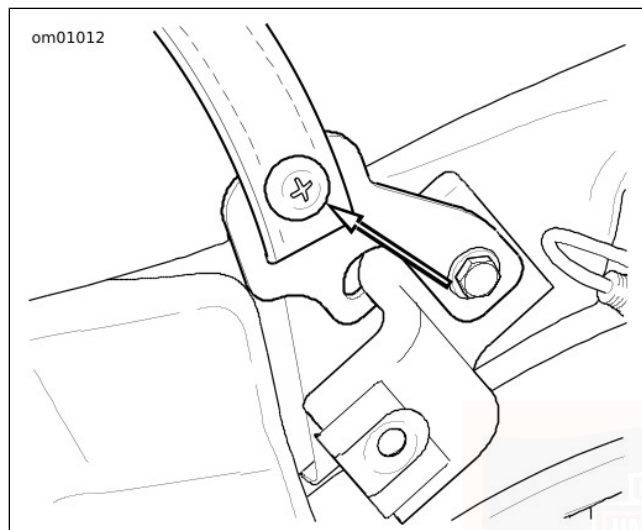

Figura 79. Vite della staffa della cinghia della sella (tipica)
3. Vedere Figura 79. Rimuovere il dispositivo di fissaggio dalla staffa della cinghia della sella.
7. Vedere Figura 79. Installare l'estremità della cinghia della sella nella fessura della staffa. Installare il dispositivo di fissaggio della staffa della cinghia della sella. Serrare ad una coppia di 5,4–8,1 N·m (48–72 **in-lbs**).